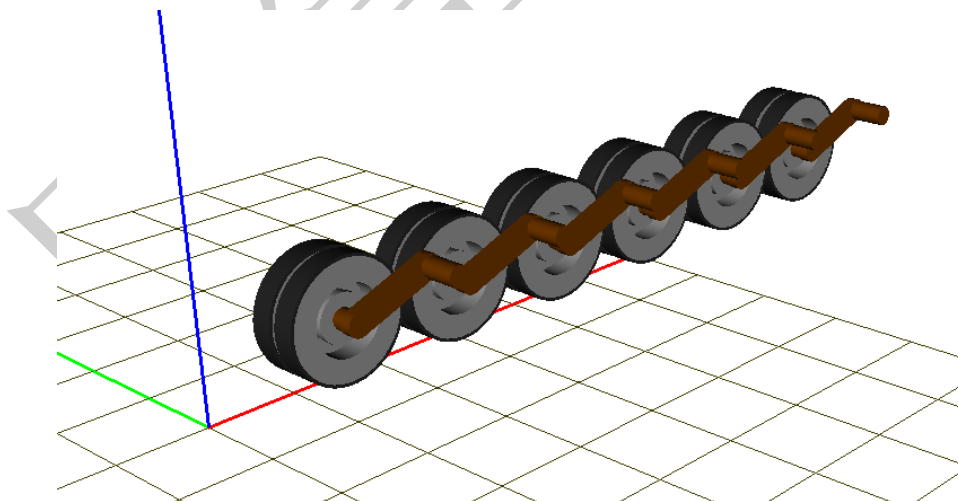

图 1.6
2. 点击 **Generate**，生成 6 个负重轮系统（包含平衡肘和扭杆弹簧），如图 1.6 所示。